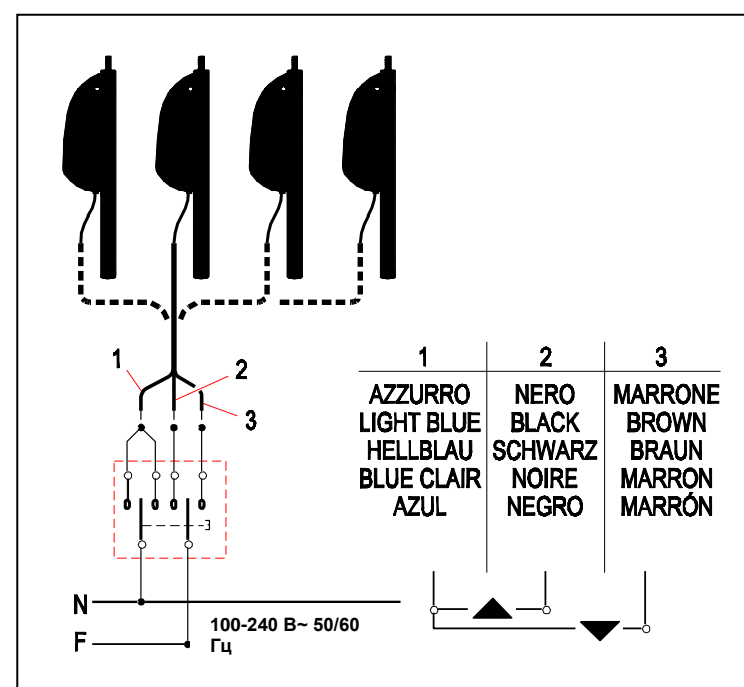

Рис. 7
- Е. Установите кронштейн-держатель электропривода на профиль привода, надлежащим образом вставив в профиль стяжные винты и убедившись, что кронштейн встал в паз привода (Рис. 7).